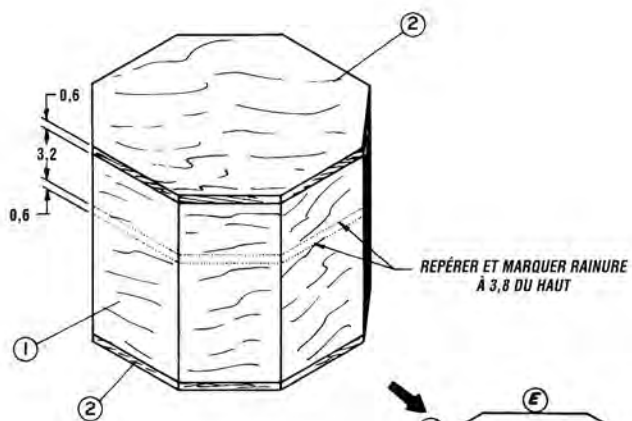

FIG. 4
4. Déterminer les dimensions du couvercle. La boîte scellée devrait ressembler à celle du croquis de la figure 4, à la page 97. Lorsque la colle est sèche, ponchez les rebords du dessus et du dessous jusqu'à ce qu'ils soient affleurés aux côtés de la boîte. Tracez une ligne à 3,8 cm de l'arête de la boîte et parallèle à celle-ci. Cette ligne deviendra la partie supérieure de la rainure qui séparera le couvercle de la boîte elle-même.